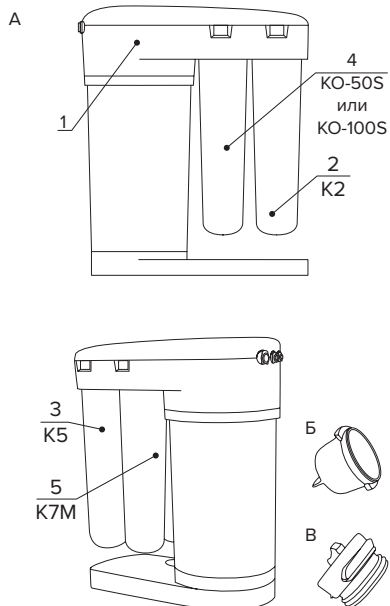

Рис. 2. Корпус DWM в сборе
1. Корпус DWM (рис. 2) состоит из верхней плиты (1), в которой закреплены четыре коллектора для подсоединения сменных фильтрующих модулей и гидроавтоматики DWM. Верхняя плита закрыта декоративной крышкой, закрепленной тремя пластиковыми фиксаторами. Важной частью корпуса DWM является накопительный бак для чистой воды. Так как производительность обратноосмотической мембраны невелика (зависит от типа мембраны, температуры и минерализации воды, давления в водопроводе), вода после мембраны поступает в накопительный бак, для того чтобы вы могли пользоваться чистой водой в любой момент и в необходимых количествах.
2. В состав блока предварительной водоподготовки входят сменный фильтрующий модуль K5 (3) и сменный фильтрующий модуль K2 (2).
- выньте сервисную заглушку мембранного модуля (рис. 2В) из коллектора и установите вместо нее мембранный модуль;